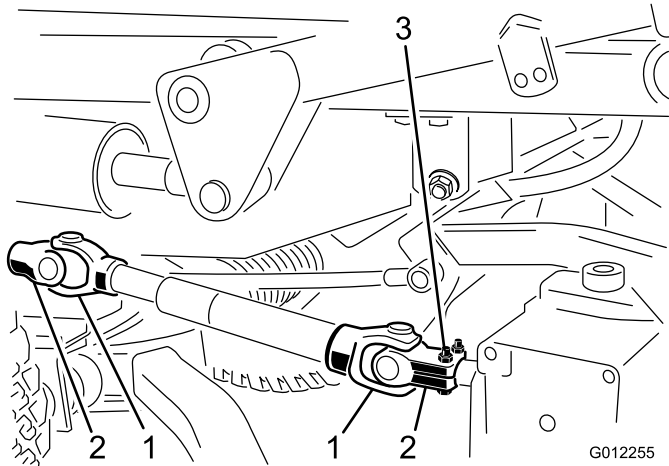

図 21
3. 駆動シャフトのヨークをギアボックスに固定しているロールピンをたたいて外す(図 21)。キャップスクリューとロックナットをゆるめて、